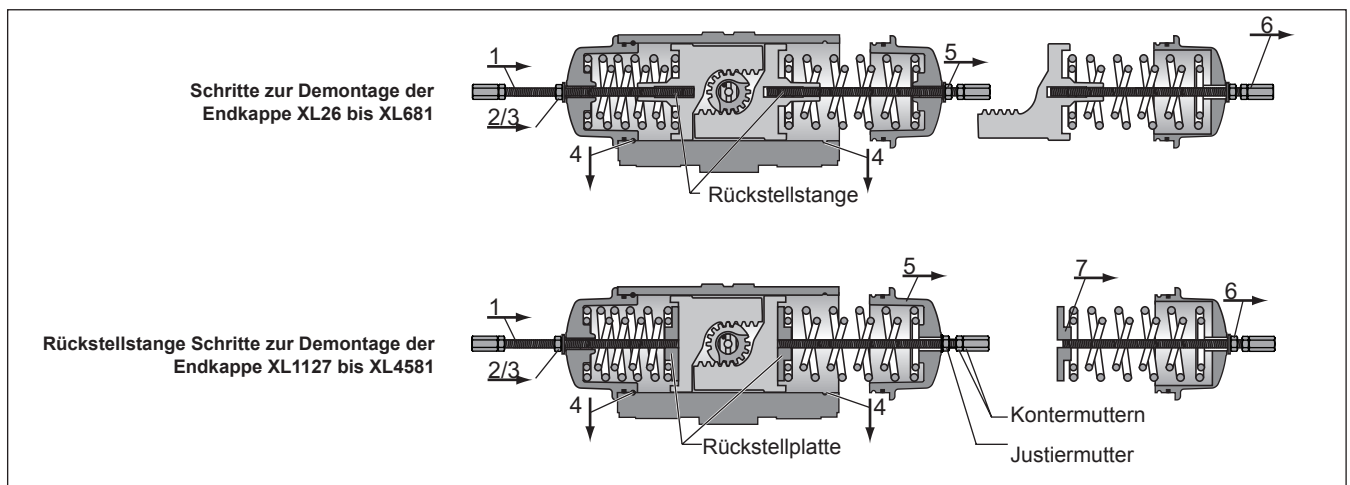

Abb. 5 Demontage der Endkappe
- 1 Lösen Sie die Sicherungsmuttern (24), und entfernen Sie sowohl die Endanschlagschrauben (22) als auch Gewindedichtungen (23) oder O-Ringe (23a).
- 2 Entfernen Sie die Anzeige (7) vom oberen Teil der Welle (19). Verwenden Sie für XL26 bis XL221 einen 4mm-Sechskantsteckschlüssel. Bei größeren Größen kann die Anzeige vom oberen Teil der Welle abgezogen werden.
- 3 Entfernen Sie sowohl die Dichtungsschrauben (28) als auch die Dichtungen (29) von den Endkappen (21).
- Für XL 26 bis XL 681 die Kolben (20)
- Für XL 1127 bis XL4581 die Rückstellplatte (20a, siehe auch Abb. 5), bis der Anschlag erreicht ist (NICHT ÜBERDREHEN!). Achten Sie darauf, dass Mutter und Unterlegscheibe die Endkappenfläche nicht berühren.
- 7 Halten Sie die Kontermuttern mit einem Schlüssel fest, damit sie sich nicht drehen. Schrauben Sie die beiden Justiermutter mit einem anderen Schlüssel jeweils um eine halbe Drehung (siehe Abb. 5) im Uhrzeigersinn die Stangen hinunter, bis die Endkappe sich lockert. (Maximale; etwa zwei volle Umdrehungen) Auf diese Weise
- Für XL 26 bis XL681 werden die Kolben (20)
- Für XL 1127 bis XL4581 wird die Rückstellplatte (siehe auch Abb. 5)
11 Um das Federpaket (siehe Abb. 5) so zu belassen wie es ist, wird die Rückstellstange nicht bewegt. Zum Demontieren des Federpakets lösen Sie die Justiermutter auf der Rückstellstange und reduzieren so den durch die Federn ausgeübten Druck, während Sie das Drehen der Stange verhindern, indem Sie die Kontermuttern mit einem Schraubenschlüssel festhalten.